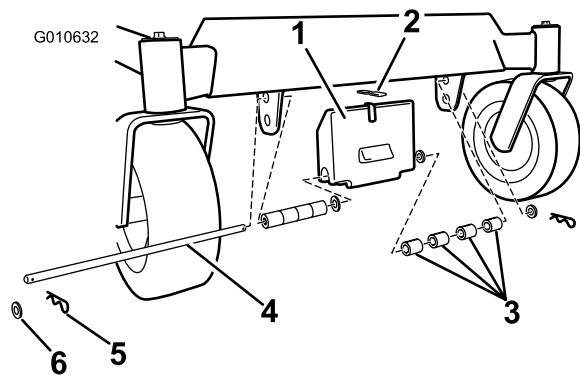

Figure 6
2. Montez l'amortisseur adhésif sur la masse (Figure 6).
3. Montez la masse à l'avant du cadre de la machine (Figure 6).
4. Fixez la masse avec une tige, 8 entretoises, 4 rondelles et 2 goupilles fendues, comme illustré à la Figure 6.